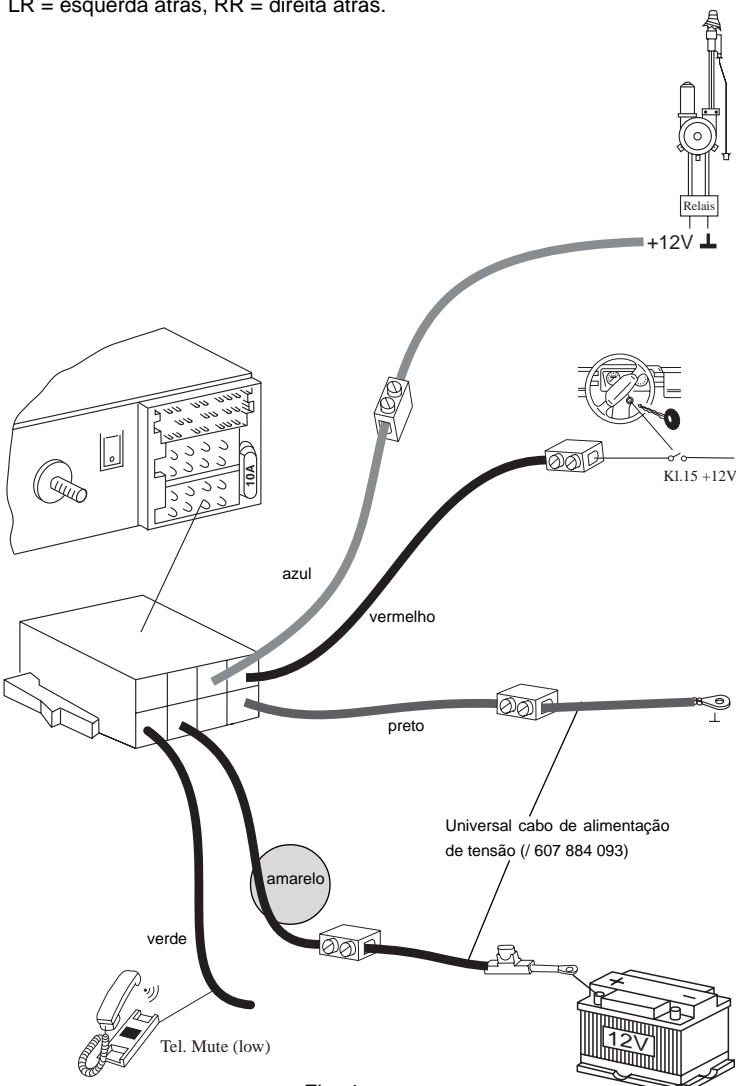

Fig. 4
- Ligação em automóveis sem pré-equipamento Fig. 4